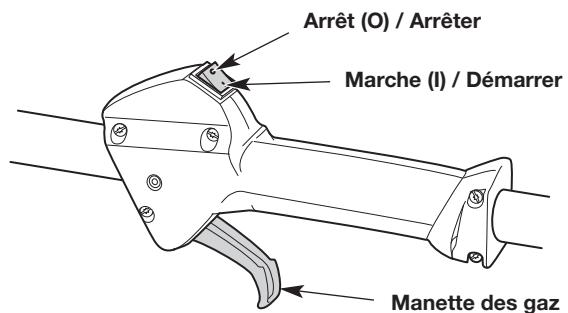

Fig. 6
- REMARQUE :** Il est inutile de mettre l'appareil en marche. La commande Marche/Arrêt est en position Marche (I) en permanence (Fig. 6).
6. Pressez la manette des gaz (Fig. 6) et tirez sur le cordon de démarrage à **5 reprises** d'un mouvement contrôlé et ferme (Fig. 8).
2. Maintenez la commande Marche/Arrêt enfoncée en position ARRÊT (O) jusqu'à ce que le moteur soit complètement arrêté (Fig. 6).